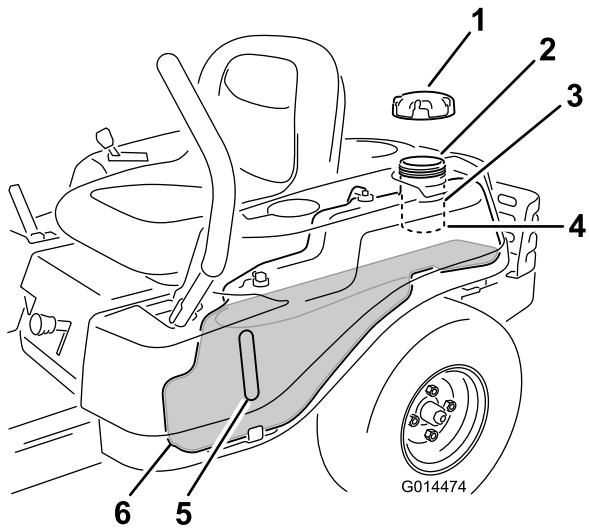

Figure 9
Remarque: Vous pouvez utiliser le regard pour vérifier la présence d'essence avant de faire le plein (Figure 9).
2. Versez lentement de l'essence sans plomb ordinaire jusqu'à ce que le niveau atteigne le bas du goulot de remplissage (Figure 9).